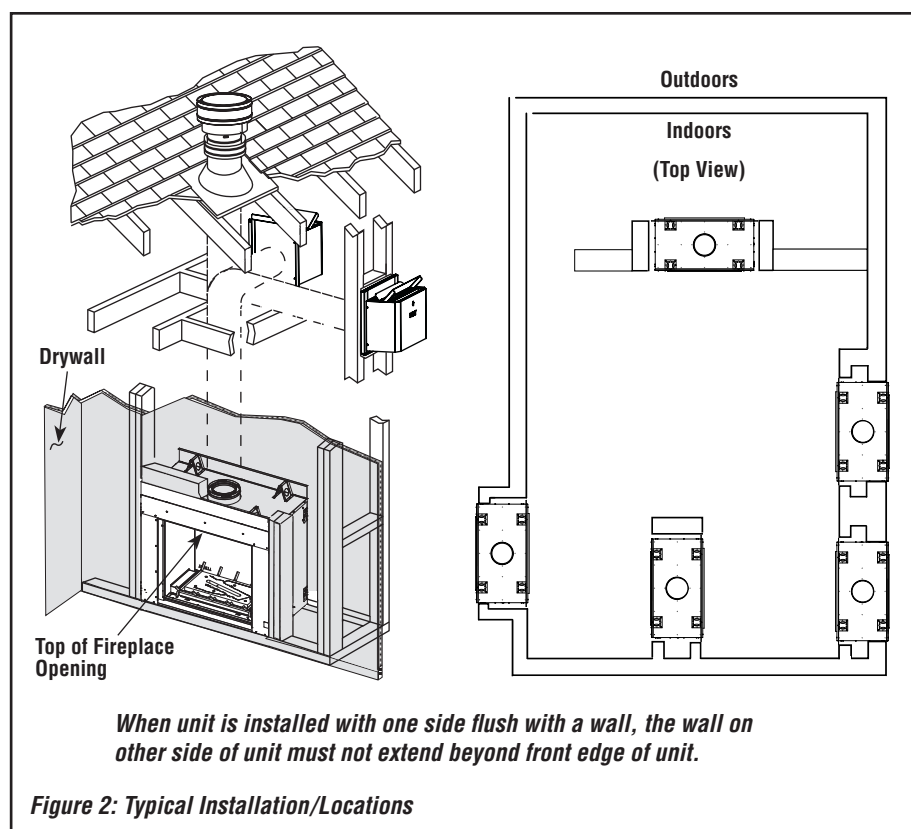

Figure 2: Typical Installation/Locations
CAUTION: Due to high temperatures, the appliance should be located out of traffic and away from furniture and draperies (Figure 2).
AVERTISSEMENT : En raison des températures élevées, l'appareil devrait être installé dans un endroit où il y a peu de circulation et loin du mobilier et des tentures (Figure 2).
- In addition, when the unit is recessed, the side walls surrounding the unit must not extend beyond the front edge of the unit (see **Figure 2** on **Page 5**).